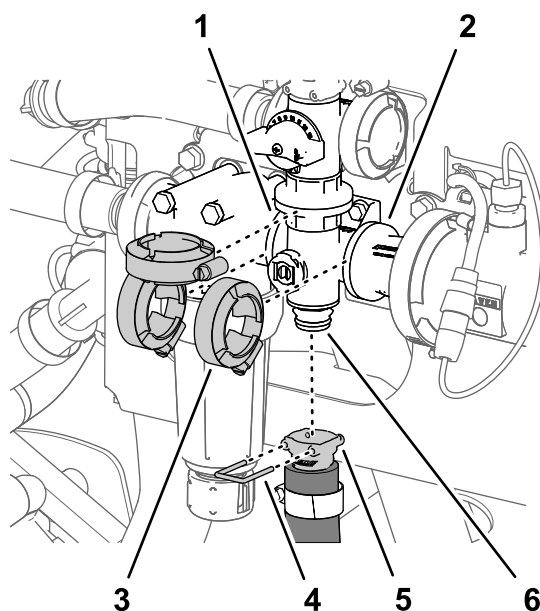
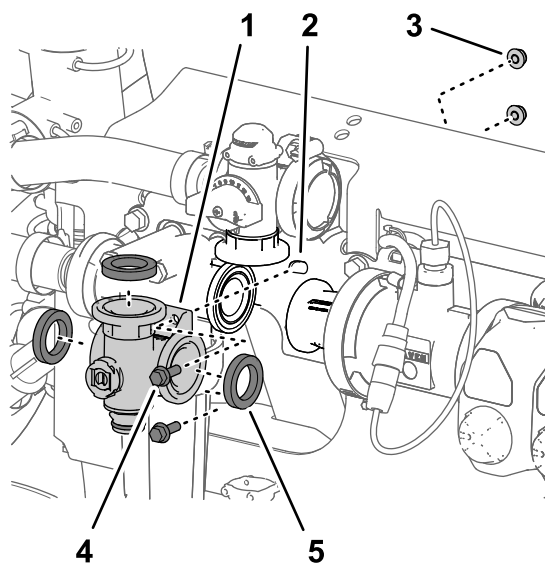

Figura 121
Figura 120
1. Allineate la flangia del collettore della valvola dell'agitatore e 3 guarnizioni alle flange della valvola di bypass dell'agitatore, della testa del filtro di pressione e dell'adattatore di accoppiamento (Figura 120 e Figura 121).
2. Fissate, senza serrare, il collettore della valvola dell'agitatore alla valvola di bypass dell'agitatore, alla testa del filtro di pressione e all'adattatore di accoppiamento (Figura 121) mediante i 3 morsetti flangiati rimossi in Rimozione della valvola del collettore dell'agitatore (pagina 84).
5. Serrate manualmente i 3 morsetti flangiati (Figura 121).
6. Montate l'accoppiatore rapido del flessibile dell'agitatore sul raccordo di collegamento rapido del collettore della valvola dell'agitatore mediante il perno di collegamento rapido (Figura 121).